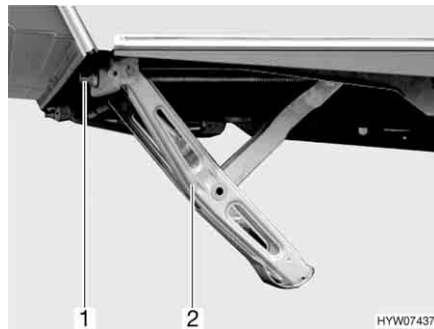

Bild 23 Vevstöd nedvevat
- Sätt den medföljande handveven mot sexkanten (Bild 23,1) på vevstödet (Bild 23,2).